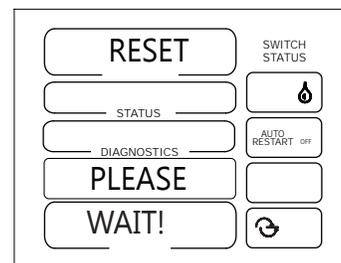

Figura 49-2
4. Pulse  para reajustar el panel a los valores predeterminados en fábrica. Vea la Figura 49-2.